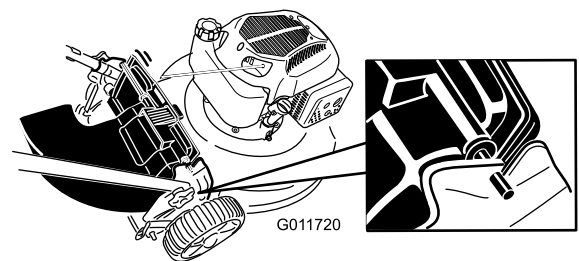

Рисунок 16
4. Вставьте стержень на отражателе выброса в прорезь на газонокосилке (Рисунок 16).